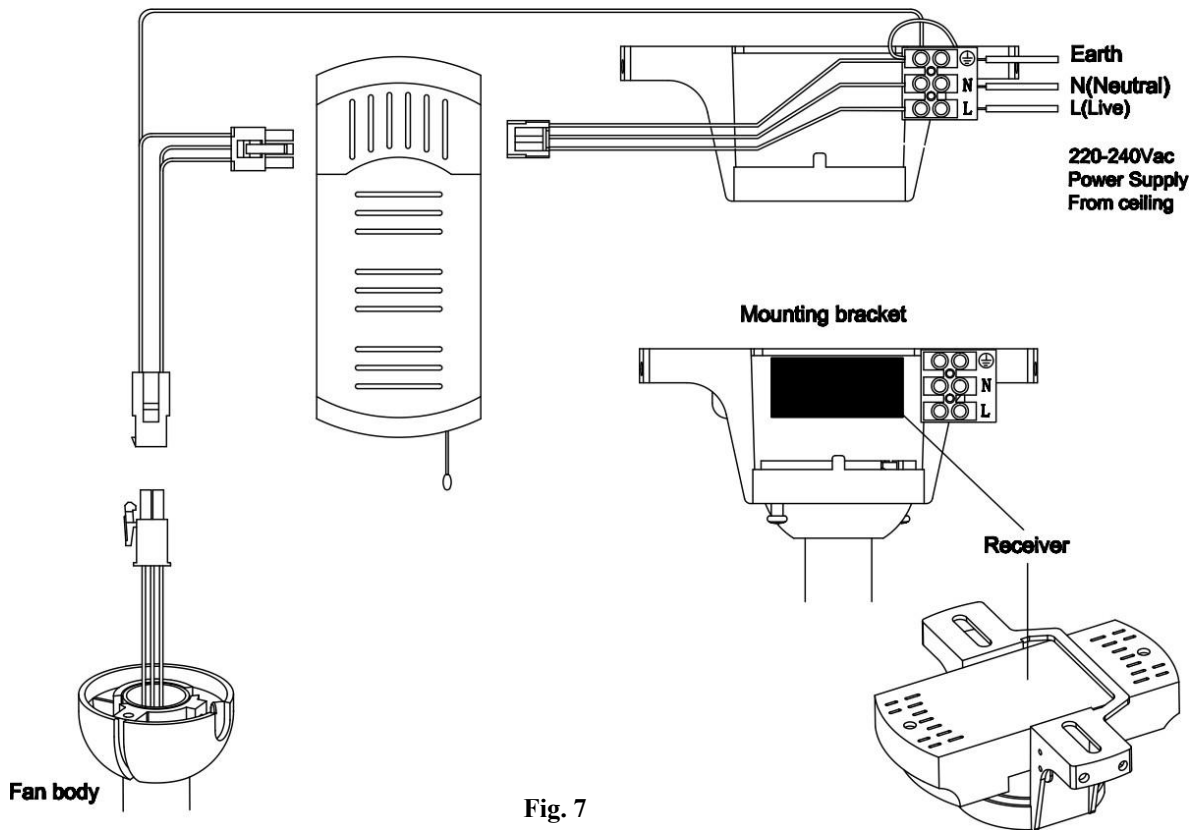

Fig. 7
전기 배선 연결하기--- 배선도 (Fig 7)
전원 공급 장치에서 마운팅 브라켓 단자대까지:(Fig. 7)
마운팅 브라켓에서 리시버 및 모터까지 (Fig. 7)
- 캐노피를 브래킷으로 밀어 올리고, 캐노피의 키 구멍과 브래킷의 나사를 정렬합니다. 캐노피를 키 구멍의 좁은 부분과 맞아떨어지도록 돌려서 잠그고, 나사 2개를 조여서 고정하십시오. 이전에 준비한 전기 배선이 손상되지 않도록 주의하십시오. (Fig 7)